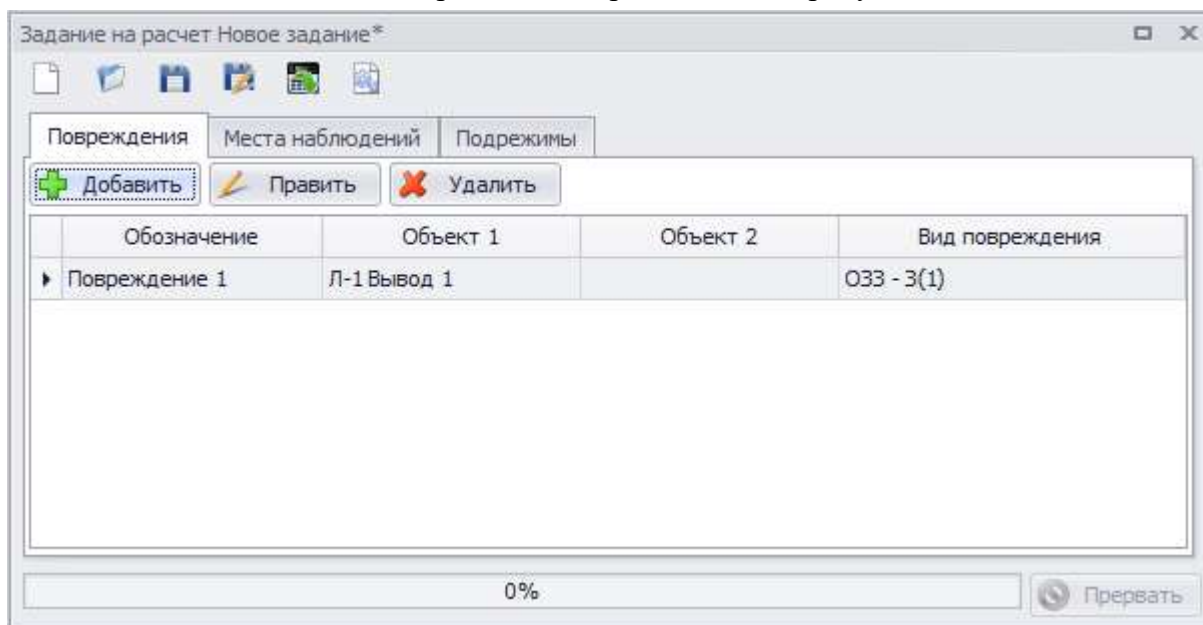
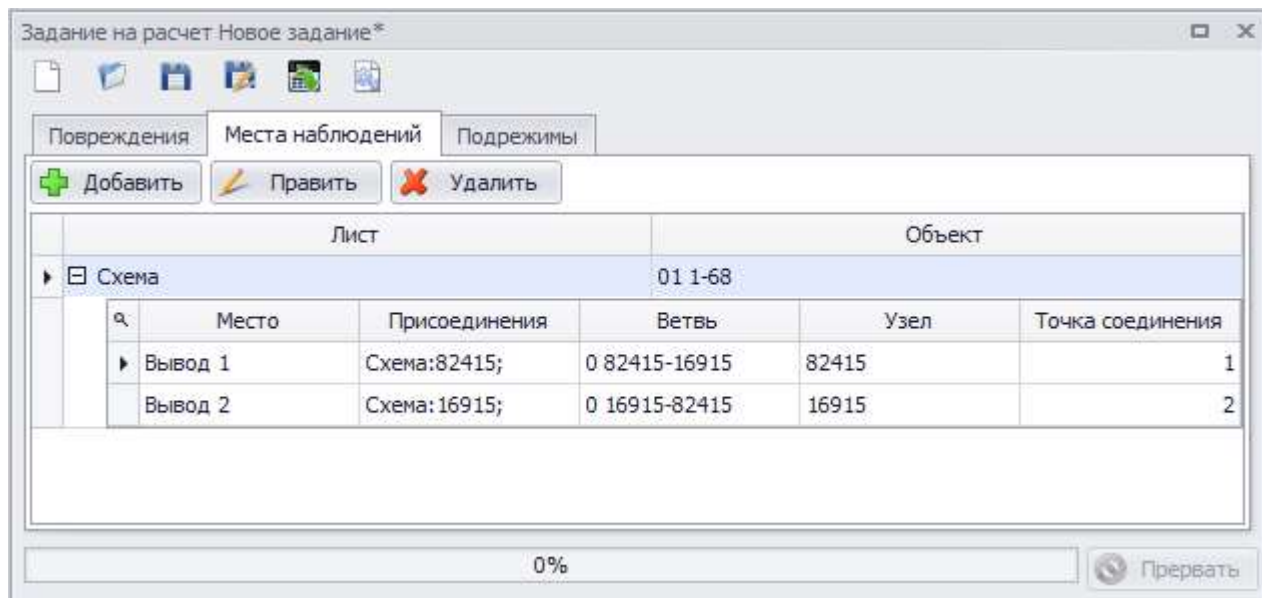
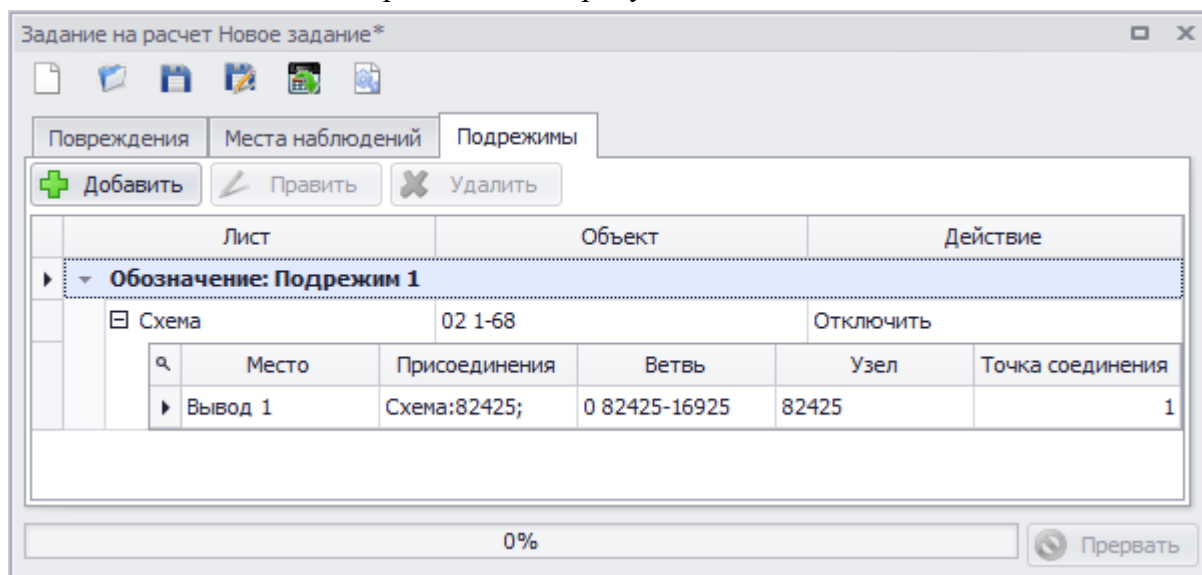

Рисунок 3.176
Рисунок 3.185
Рисунок 3.190
Окно состоит из меню и трех вкладок: «Повреждения» (рисунок 3.176), «Места наблюдений» (рисунок 3.185) и «Подрежимы» (рисунок 3.190).
- Таблица описания повреждений содержит столбцы (рисунок 3.176):
Главная таблица со списком объектов мест наблюдений содержит столбцы (рисунок 3.185):
Таблица выводов содержит столбцы (вложенная таблица) (рисунок 3.185):